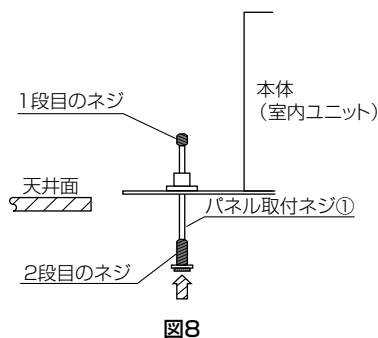

図8
- 化粧パネルを取付ける前に、室内ユニット本体に付属のパネル取付ネジ(長)① 2本を化粧パネルのU字切り欠き穴になっている対角に仮止めしておきます。(図8のとおりパネル取付ネジ①の一段目のネジ部がユニット本体のナットを通り抜ける位置までねじ込みます。)